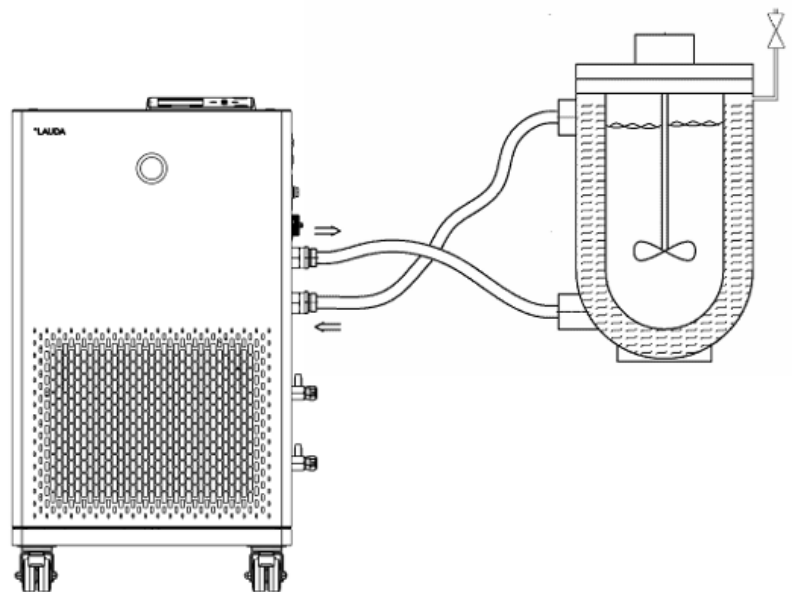

Fig. 15: Esquema de conexión con válvula de purga de aire
- En función del diseño de aplicación, una válvula de purga de aire puede simplificar significativamente el proceso de purga de aire. La válvula de purga de aire debe estar situada en el punto más alto del circuito (Fig. 15).
La aplicación externa debe conectarse de acuerdo con el esquema (Fig. 15) para que las burbujas de gas/vapor puedan eliminarse del sistema y sea posible un funcionamiento sin interrupciones. La alimentación de la bomba debe conectarse a la conexión inferior de la aplicación. La tubería de retorno hacia la boquilla de bomba debe conectarse a la conexión superior de la aplicación. De este modo, la aplicación fluye de abajo hacia arriba.